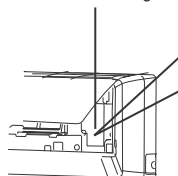

Fig. 6
2. Enlevez le couvercle du câblage, comme indiqué sur la figure 6.